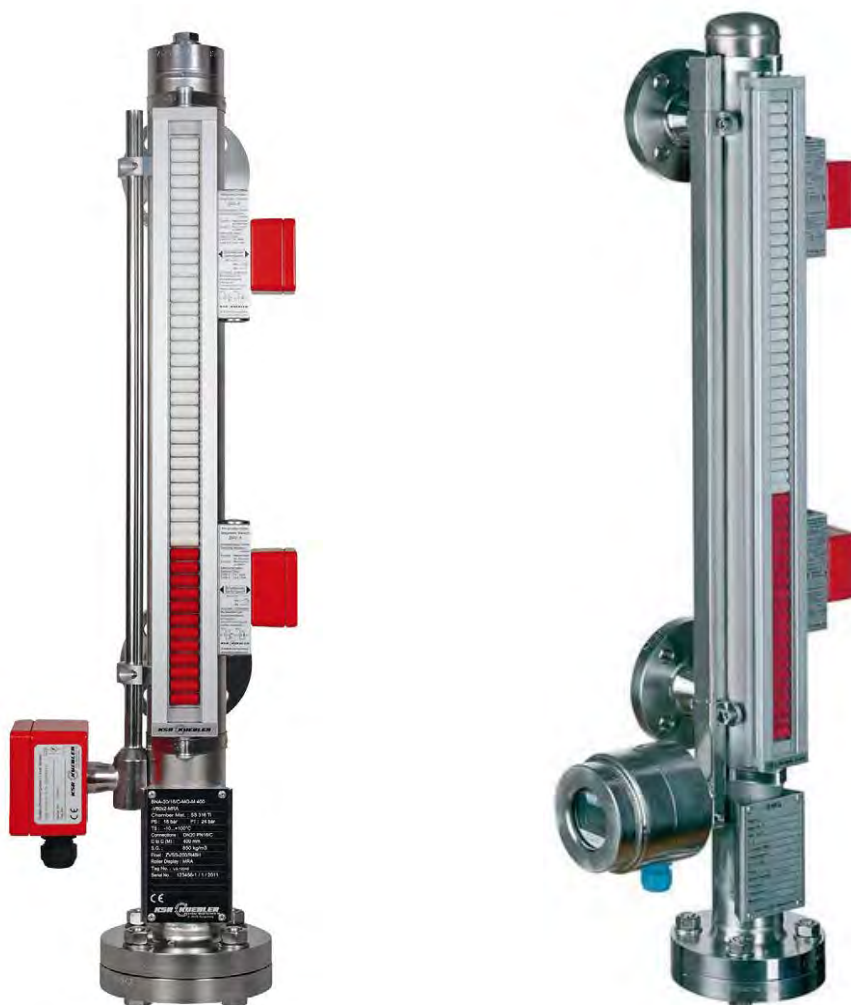

Рисунок 1 Общий вид УПБ
3.1.1 Смонтировать уровнемер на контролируемом резервуаре или технологическом аппарате при помощи предусмотренных для этого элементов соединения. На рис.1 дан вариант с присоединительными патрубками 2 и фланцами 3. При монтаже необходимо пользоваться подходящими прокладками 4, болтами 5, шайбами 6 и гайками 7.